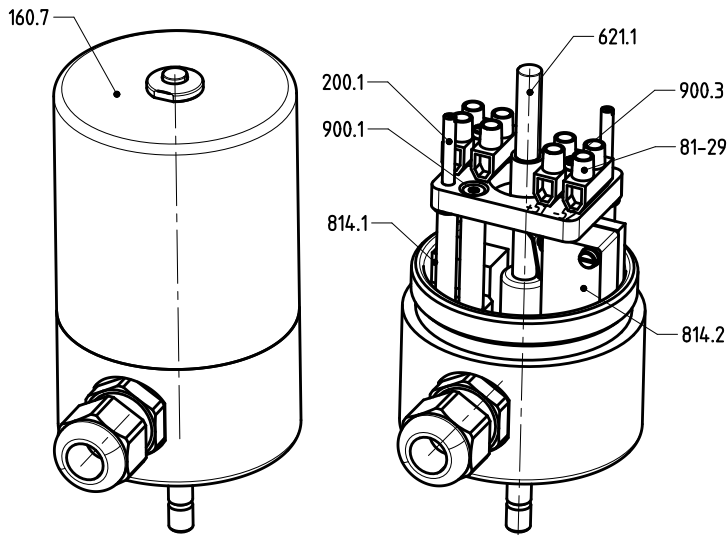

Abbildung 15: Stellungsrückmelder Aufbau
1. Deckel [160.7] abschrauben (Abbildung 15).
2. Deckel [160.7] abschrauben (Abbildung 15).
4. Deckel [160.7] abschrauben (Abbildung 15, Kapitel 8.3).
10. Klemmen [81-29] wieder anschrauben (Abbildung 15, Kapitel 8.3).